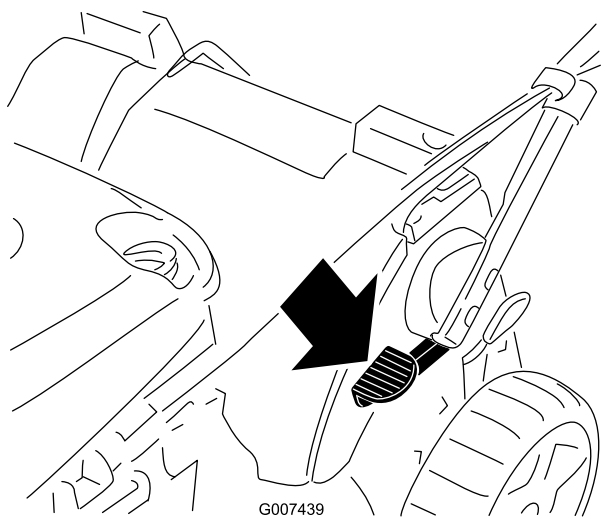

Figura 47
1. Pise el pedal y manténgalo pisado (Figura 47).